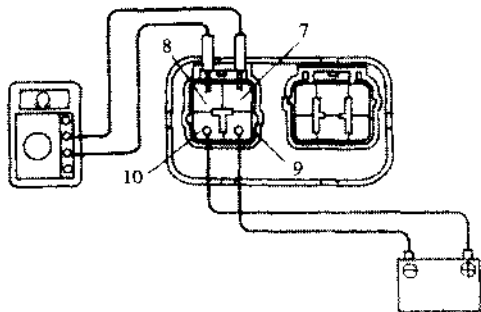

图 7.60 检测电动机继电器电路的工作情况
② 检测电动机继电器电路的工作情况。如图 7.60 所示, 如不符合以下两点要求, 应更换控制继电器。